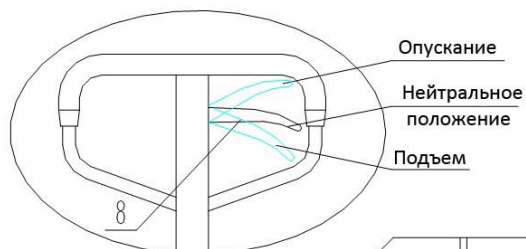

Рис.4
- 3.7 Попробуйте при качании вил включить пусковой механизм (8) на разных скоростях, чтобы проверить качество работы гидравлической тележки при подъеме, опускании или при нейтральном положении. См. Рис. 4.